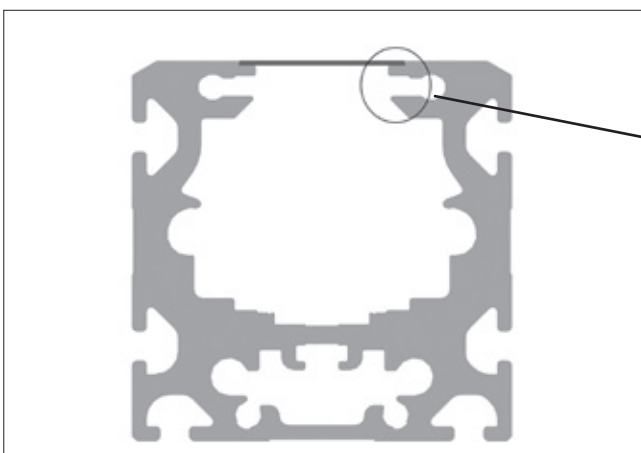

Bild 4.16 ____ Abdeckbandquerschnitt
5. Neues Abdeckband einsetzen. Das Abdeckband hat einen trapezförmigen Querschnitt. Beim Auflegen des neuen Abdeckbandes ist darauf zu achten, dass sich die breite Fläche unten befindet (Bild 4.16). Unter leichtem Druck mit der Hand oder einem glatten, nicht scharfkantigen Gegenstand rastet das Band in die vorgesehene Nut ein, so dass es bündig zur Profiloberkante abschließt.